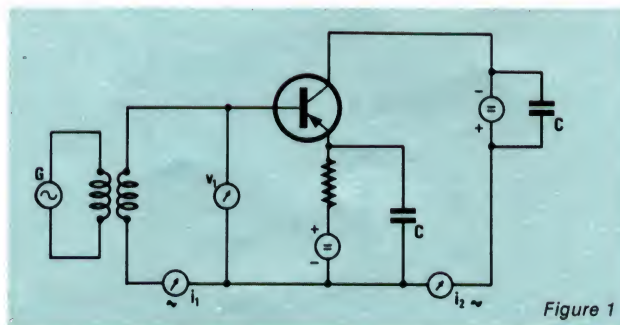

Figure 1
- La **figure 1** a trait à la détermination de h_{11} et de h_{21} d'un transistor pnp monté en EC (Émetteur commun) :